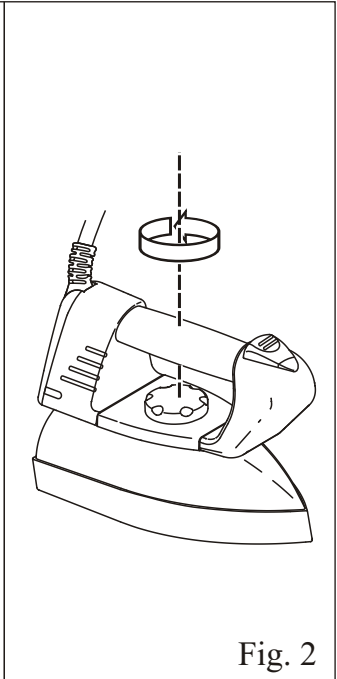

Fig. 2
4. Girando el regulador de temperatura se podrá ajustar la temperatura según el tipo de tejido a planchar.(Fig.2)
Es posible planchar cortinas colgadas, prendas de vestir en su propia percha... Para hacerlo proceder de la siguiente manera: 1. Seleccionar la máxima temperatura de la plancha, girando en sentido horario el regulador de temperatura de la plancha. (Fig.2) 2. Pasar la plancha de arriba abajo habiendo activado el mando vapor continuo.